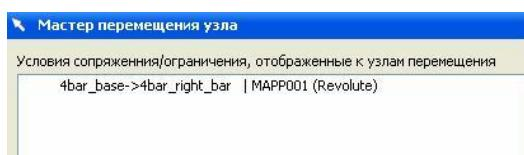
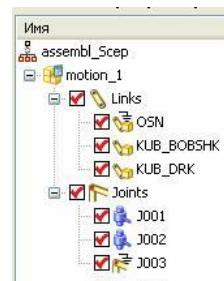

рис.24
рис.25
- Если бы мы в свое время, ещё в *статической сборке* назначили какие-либо *ограничения сборки*, то система попыталась бы самостоятельно превратить их в кинематические пары. В этом случае система выдала бы сообщение как на рис.24.
Внизу сообщения рис.24 есть кнопки **OK** и **ОТМЕНА**. Если вы нажмете **OK**, то примете все преобразованные кинематические пары. И в этом случае в *навигаторе перемещений* появятся сразу разделы **Links** и **Joints** (рис.25), в которых система все детали превратила в **Links**, а все кинематические пары в **Joints**.